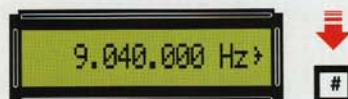

Figure 14 : Après avoir tapé le nombre 9 040 000, pressez la touche # et tout de suite vous verrez s'afficher à droite de Hz le symbole de confirmation >.
- ensuite pressez la touche **#** et sur la droite de **Hz** vous voyez apparaître le symbole de confirmation **>** (voir figure 14).